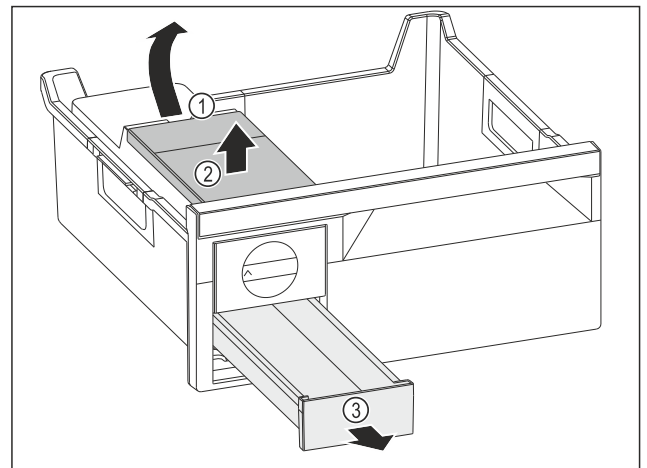

Fig. 41
- ▶ Wassertank entnehmen: Wassertank an der Aussparung Fig. 41 (1) anheben.
- ▶ Wassertank Fig. 41 (2) nach oben entnehmen.
- ▶ Eiswürfelschubfach Fig. 41 (3) nach vorne entnehmen.